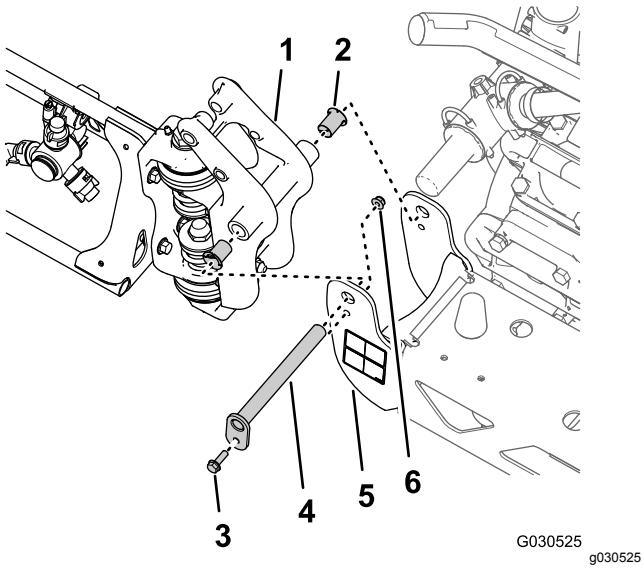

Figure 42
1. Retirez le boulon à embase (5/16" x 1") et le contre-écrou à embase (5/16") qui fixent l'axe de pivot au support de pivot (Figure 42)
2. Retirez l'axe de pivot du support de pivot de la section de pulvérisation centrale et la fixation de pivot de la section de pulvérisation extérieure (Figure 42).
3. Séparez la section de pulvérisation extérieure de la section de pulvérisation centrale et déposez la section extérieure de la machine (Figure 42).
4. Retirez les 2 bagues à embase en nylon de la fixation de pivot de la section de pulvérisation extérieure (Figure 42).